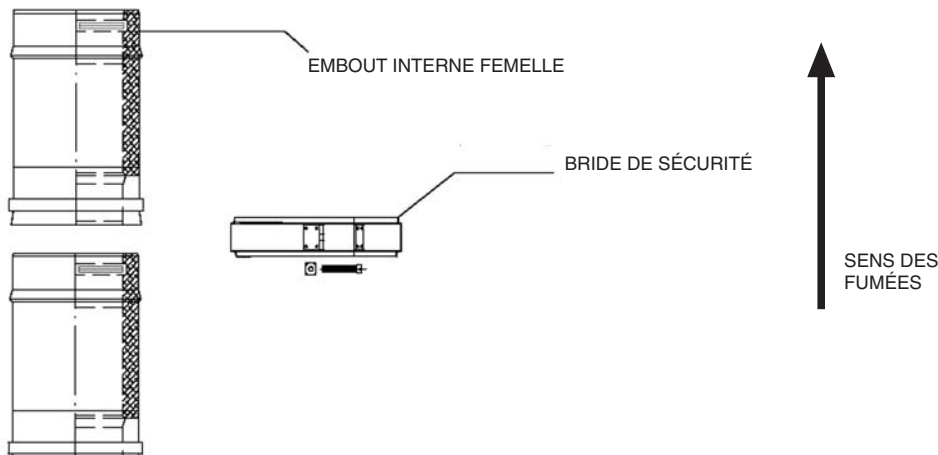

FIG. 1
Les systèmes DW25, SDW50, DWC25 et SDWC50 sont réalisés avec jonctions à emboîtement du type mâle/femelle avec boudins autocentrants et anti-écrasement comme schématisé dans la fig. 1.
- Installer les éléments suivant le sens des fumées indiqué sur l'élément avec une flèche appropriée, ou bien avec l'embout interne femelle vers le haut (v.ds. fig. 1)